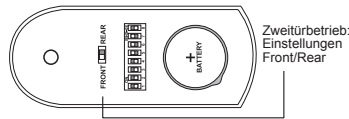

Abb.11
- Stellen Sie mit dem schwarzen Schalter "Front / Rear" (Abb. 11) ein, ob der empfangende Gong die von Ihnen gewählte Melodie ("Front") oder eine werkseitig voreingestellte Tonfolge spielt ("Rear").